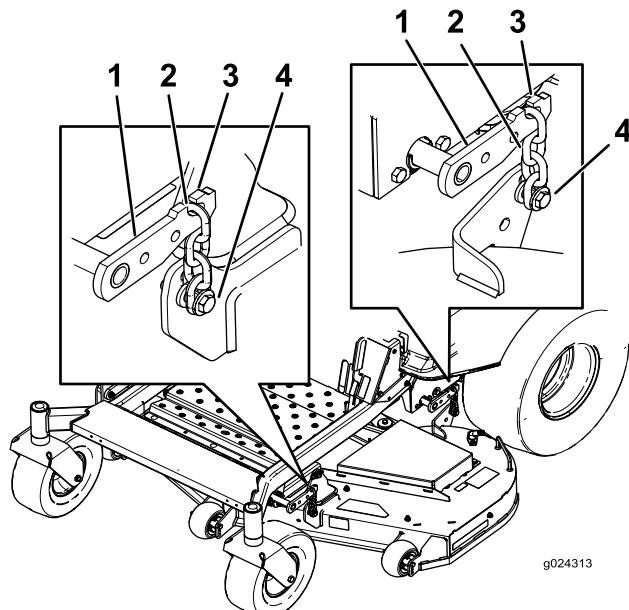

Figura 76
- Rimuovete le catene dai ganci sui bracci di sollevamento del piatto (Figura 76).
- Alzate la parte posteriore del piatto di taglio e attaccate le catene ai bracci di sollevamento posteriori (Figura 76).
- Attaccate le catene anteriori ai bracci di sollevamento anteriori (Figura 76).